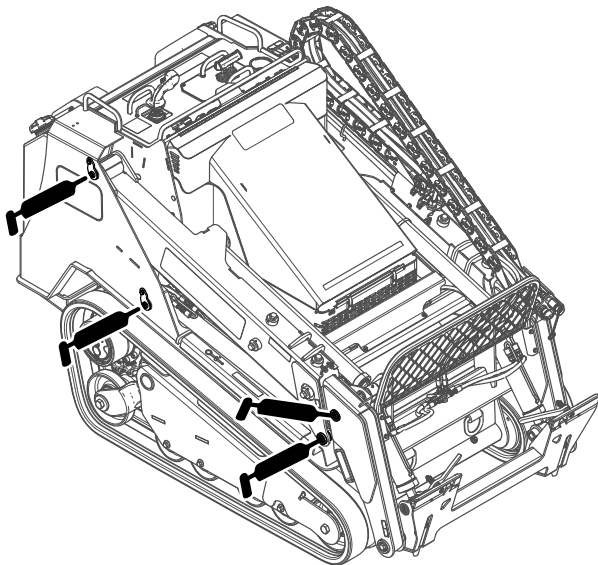
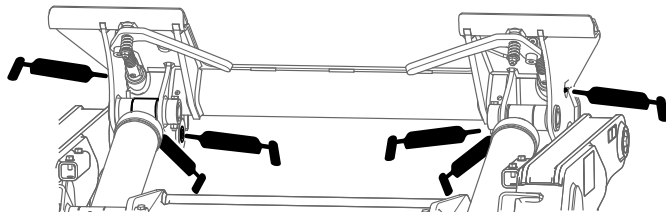
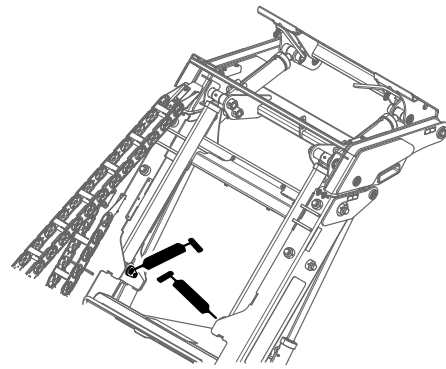

Figure 45
Figure 46
Figure 47
4. Raccordez une pompe à graisse à chaque graisseur (Figure 45, Figure 46 et Figure 47).
Remarque: Élevez les bras de la chargeuse avant de graisser les graisseurs; voir la Figure 47.